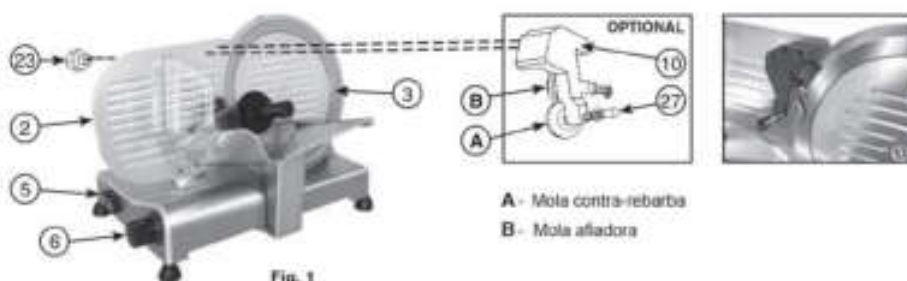

Fig. 1
- Posicionar o anteparo móvel (2) à máxima distância da lâmina (3) girando o botão graduado (6).
- Colocar o conjunto afiador (10) no anteparo móvel (2) como indicado na Fig. 1 bloqueando-o com o parafuso (23).
- Premir o interruptor de accionamento do motor (5) para activar o afiamento automático; se for necessário, girar o botão graduado (6) até que a mola afiadora gire junto com a lâmina.
- Deixar a lâmina afiar automaticamente por cerca um minuto, então proceder premindo o botão de pressão da mola contra-rebarba (27) por cerca dois-três segundos; contemporaneamente deixar o botão e desligar o motor.
- Efectuada a afiação, tirar o afiador (10) do aparador móvel (2) e torne a inserir o mesmo no local original.